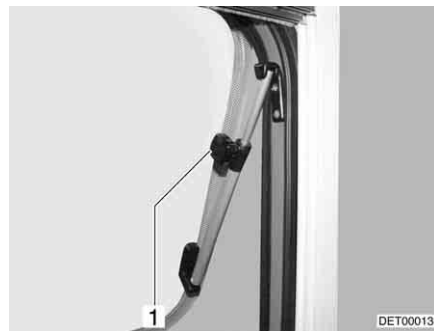

Fig. 73 Finestra apribile con deflettore a rotazione
- Aprire la finestra apribile fino alla posizione desiderata e fissarla mediante il pomello zigrinato (Fig. 73,1).
- Ruotare il pomello zigrinato (Fig. 73,1) fino a che l'arresto viene sbloccato.